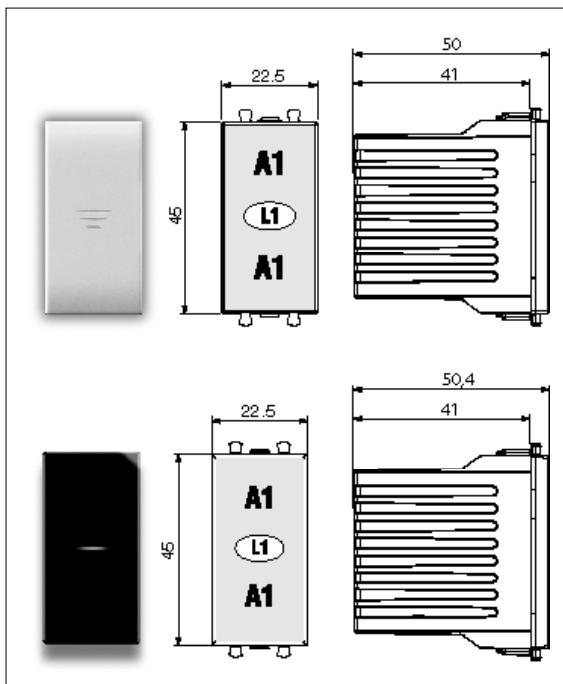

Fig. 1
- Zone frontale sensible: toute la face avant de l'appareil (voir fig. 1 zone A1)
- en appuyant légèrement le doigt sur la plaque en correspondance de toute la face avant du dispositif (voir fig. 1)
- Led frontal (L1) pour repérage dans l'obscurité (voir fig. 1): lorsque l'on approche la main, le LED émet une lumière plus intense.
- Mando: Led frontal (L1) para localización en la oscuridad (véase fig. 1)
- Área frontal sensible: todo el lado frontal del aparato (véase fig. 1 área A1)
- apoyando levemente el dedo sobre la placa en correspondencia con toda la parte frontal del dispositivo (véase fig. 1)
- Led frontal (L1) para localización en la oscuridad (véase fig. 1): en el momento del acercamiento de la mano el LED emite una luz más intensa.